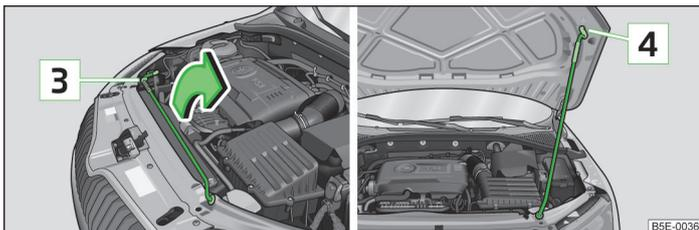

Abb. 181 Motorraumklappe sichern
- Die Klappenstütze aus der Halterung   Abb. 181 in Pfeilrichtung nehmen und die geöffnete Klappe sichern, indem das Ende der Klappenstütze in die Öffnung  gesetzt wird.